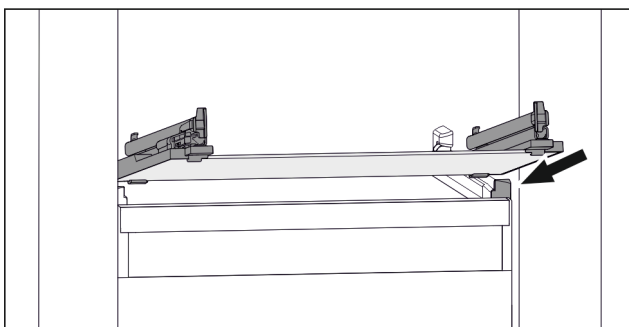

Fig. 73 Primjerni prikaz staklene ploče
- ▶ Stavite ladicu ukoso iza zaustavljača. (pogledajte Fig. 73)